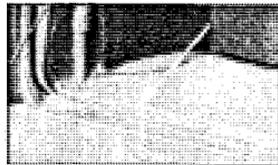

Fig. 1
2. Abaissez la porte à rabatement arrière de véhicules pour exposer le plat arrière d'équilibre de seuil. Enlevez le plat de seuil en enlevant les vis l'attachant au plancher de véhicule (fig. 1).